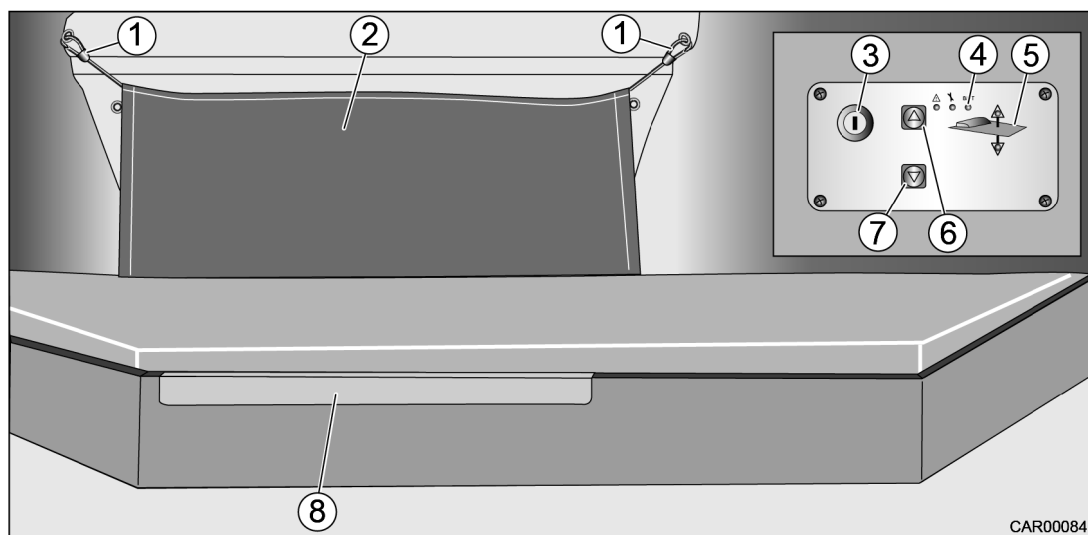

Fig. 76 Lit de pavillon central électrique, abaissé
3. Activer le panneau de commande du lit de pavillon avec l'interrupteur à clé (Fig. 76/3).
4. Déplacer le lit de pavillon vers le bas en appuyant sur la touche fléchée ▼ (Fig. 76/4). Le lit de pavillon peut être arrêté à toute position souhaitée et stoppe automatiquement en position extrême.
5. Mettre en place un filet de sécurité (Fig. 76/2). Pour cela, accrocher les deux mousquetons (Fig. 76/1) par le haut dans les crochets.
6. Accrocher l'échelle fournie dans le rail prévu à cet effet (Fig. 76/8).
2. Décrocher le mousqueton (Fig. 76/1) du filet de sécurité (Fig. 76/2) et poser le filet de sécurité sans plis sur le lit de pavillon.
4. Activer le panneau de commande du lit de pavillon avec l'interrupteur à clé (Fig. 76/3).
5. Déplacer le lit de pavillon vers le haut en appuyant sur la touche fléchée ▲ (Fig. 76/6). Le lit de pavillon peut être arrêté à toute position souhaitée et stoppe automatiquement en position extrême.
- Le panneau de commande du lit de pavillon se désactive automatiquement et doit de nouveau être activé avec l'interrupteur à clé (Fig. 76/3) avant une opération.
- Chaque fois que le lit de pavillon a atteint le fin de course, la LED (Fig. 76/5) clignote trois fois sur les symboles à flèches.
- Lorsqu'une alarme se déclenche, (p. ex. suite à une tension trop faible de la batterie ou à un actionnement du lit de pavillon surchargé), appuyer sur le bouton « Reset » (Fig. 76/4). Dans ces cas, la LED de la touche à flèche ▲ (Fig. 76/6) clignote rapidement.
Déplacer d'abord le lit de pavillon vers le haut jusqu'au fin de course avant de pouvoir l'utiliser de nouveau normalement. En atteignant le fin de course, le clignotement rapide s'éteint. Le triple clignotement de la LED (Fig. 76/5) sur les symboles à flèches confirme que la position extrême correcte a été atteinte.
- Après l'actionnement du lit de pavillon, toujours désactiver le panneau de commande du lit de pavillon avec l'interrupteur à clé (Fig. 76/3).